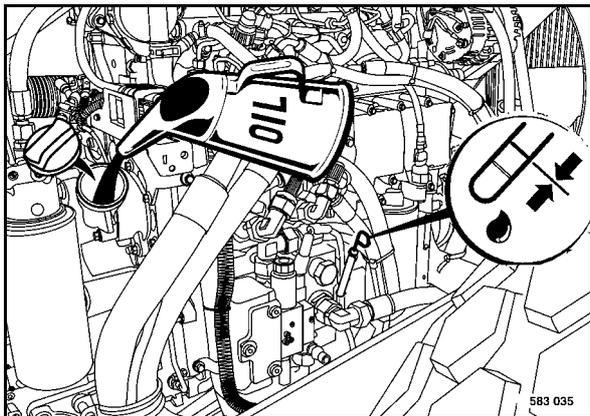

Рис. 143
- Залить новое моторное масло (Рис. 143).